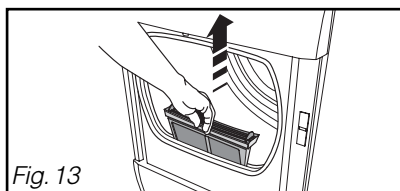

Fig. 13
- Enlevez-le de son logement en tirant de bas en haut (Fig. 13).